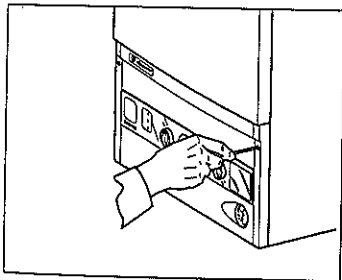

Fig. 1
- Svitare le due viti (1) di fissaggio del pannello comandi alla caldaia (fig. 1);